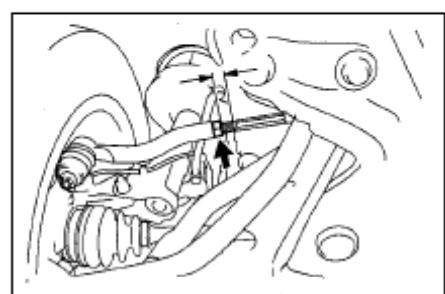

Рис. 173
- (5) Затяните контрящую гайку поперечной рулевой тяги(рис. 173)